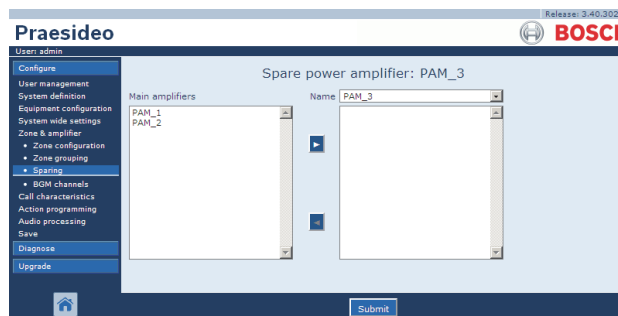

figura 46.12: Elementi ausiliari, passaggio 2
- 2 Selezionare l'amplificatore ausiliario a cui deve essere assegnato l'amplificatore principale dall'elenco a discesa *Power Amplifier*. Ad esempio, *PAM_04* (vedere figura 46.12).